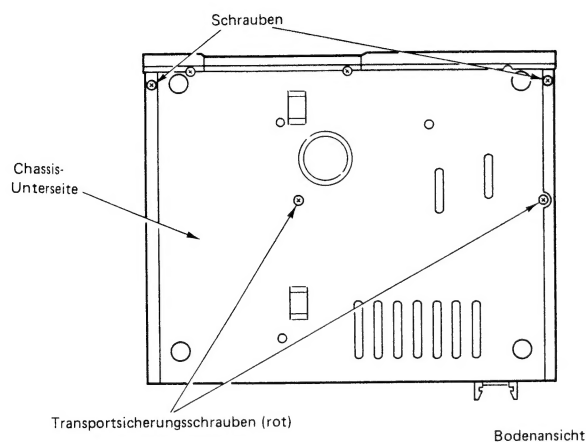
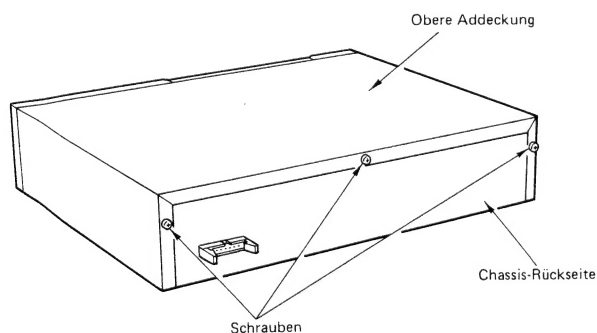

Abb. 1
Abb. 2
- 1) Die beiden roten Transportsicherungsschrauben an der Geräteunterseite herausdrehen (Abb. 1).
- 1) Die beiden Schrauben aus der Chassis-Unterseite (Abb. 1) und dann die Schrauben an der Rückseite des Chassis herausdrehen (Abb. 2).